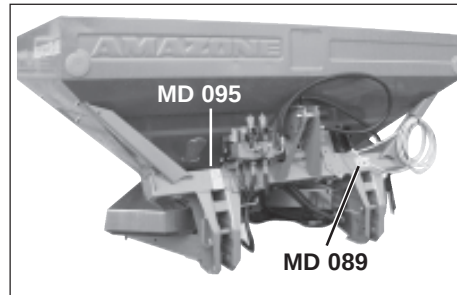

Fig. 2.1
- Die Bilder Fig. 2.1 und 2.2 zeigen die Befestigungsstellen der Warnbildzeichen und Hinweisschilder. Die entsprechenden Erläuterungen finden Sie auf den folgenden Seiten.